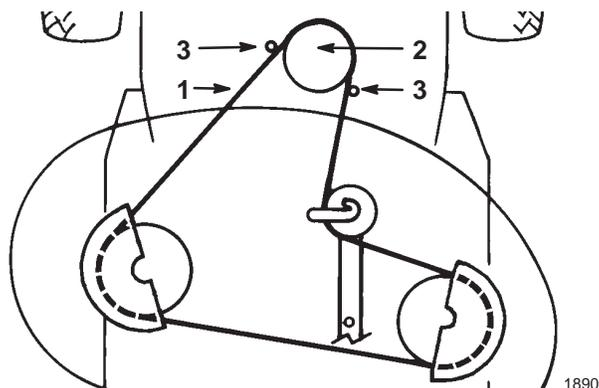

**Figure 41**
10. Enlevez la goupille fendue et la rondelle de l'extrémité de la longue tige (Fig. 41) et glissez la tige hors du support du plateau. Répétez la procédure de l'autre côté du plateau de coupe.
11. Enlevez la goupille fendue et la rondelle de la patte de mise à niveau du plateau de coupe (Fig. 41). Dégagez la patte de l'axe de montage et remettez la rondelle et la goupille fendue en place pour ne pas les perdre.